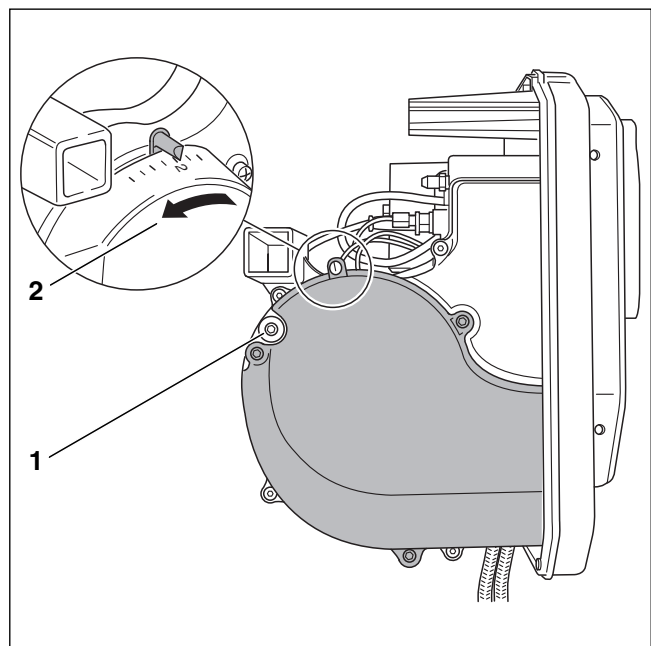

Bild 36 Ansaugluftführung verändern
- Feststellung der Ansaugluftführung (ALF) lösen (→ Bild 36, [1]).
Achten Sie darauf, dass ein höherer Gebläsedruck durch Verschieben des Reglers zu kleineren Zahlenwerten auf der Anzeigeskala führt. Dies entspricht der Pfeilrichtung (→ Bild 36, [2]).